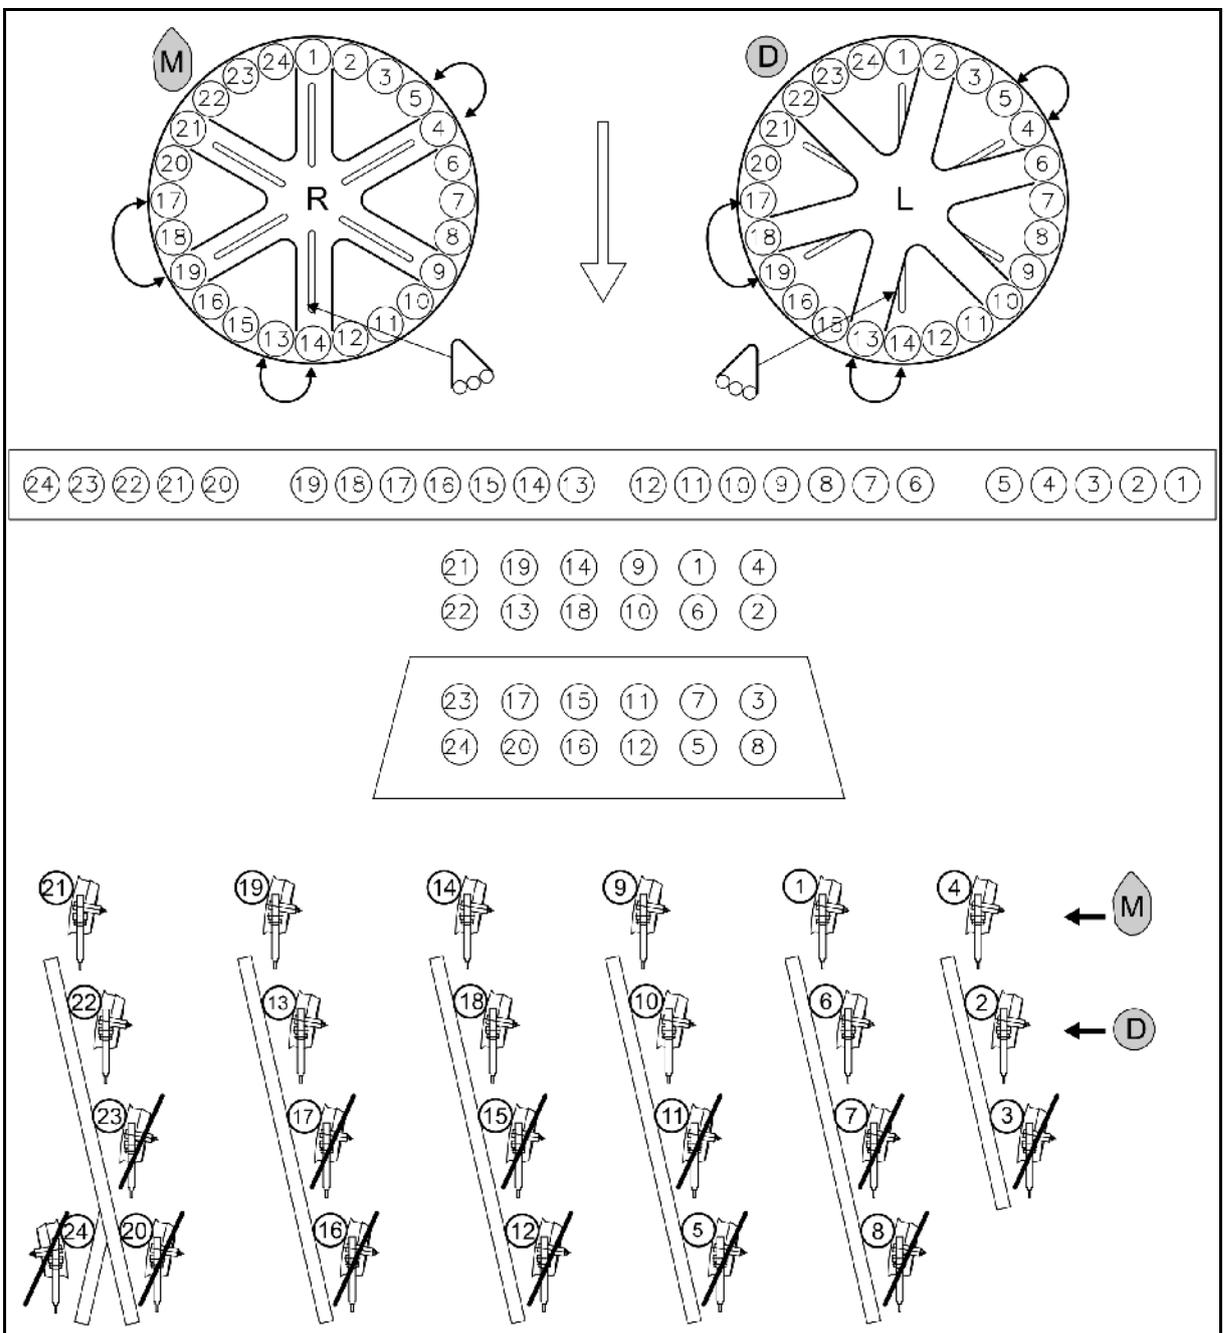

Fig. 44
- Mais M: Verschlussbleche  entsprechend Fig. 44 montieren.
- Dünger D: Verschlussbleche  entsprechend Fig. 44 montieren.